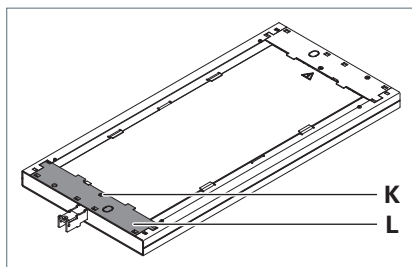

Fig. 5: Retirer le recouvrement.
- Retirez la vis **K** du recouvrement **L**, voir Fig. 5.